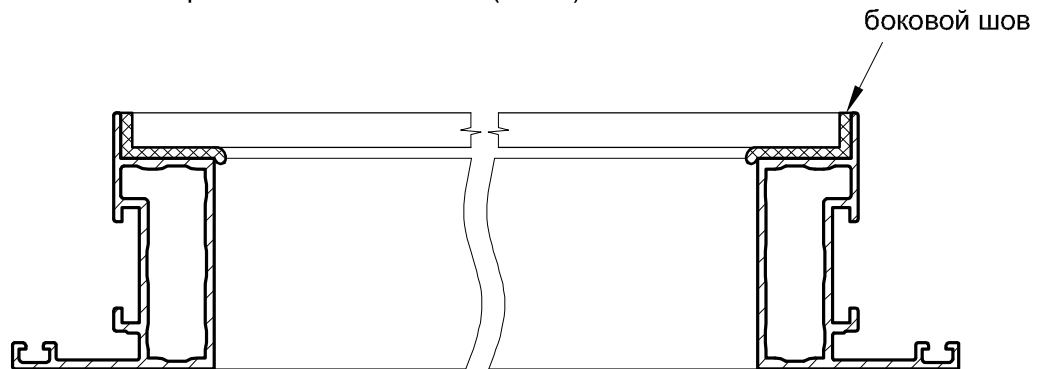

Рис.3
3. Излишки герметика будут выдавлены сверху и снизу из под стекла. Запрещается приподнимать створку для удаления герметика снизу стекла! Герметик, выдавленный сверху стекла, вытереть чистой ветошью. Замазать пропуски в боковом шве. При необходимости дополнительно нанести герметик в боковой шов. (Рис.3).